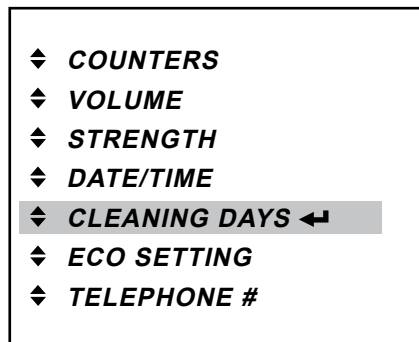

Fig. 37
- Press the enter button ◀ to access the «CLEANING DAYS» menu. (Fig. 37)